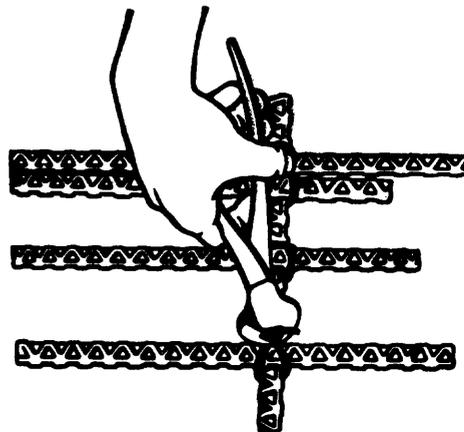

Fig. 9
**10º paso** Aprisione ligeramente el moño de alambre con la mordaza de la tenaza y gire dos o tres veces hacia afuera. (Fig. 9).